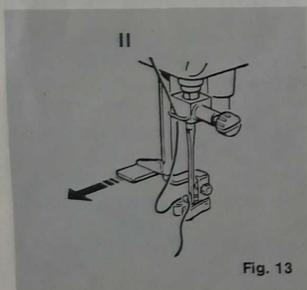

Fig. 13
(II) Tirar hacia la persona que cose, la palanca: el gancho penetrará por el ojo de la aguja (fig. 13).